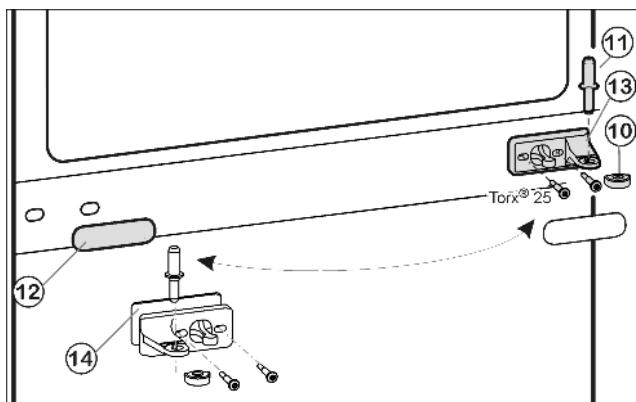
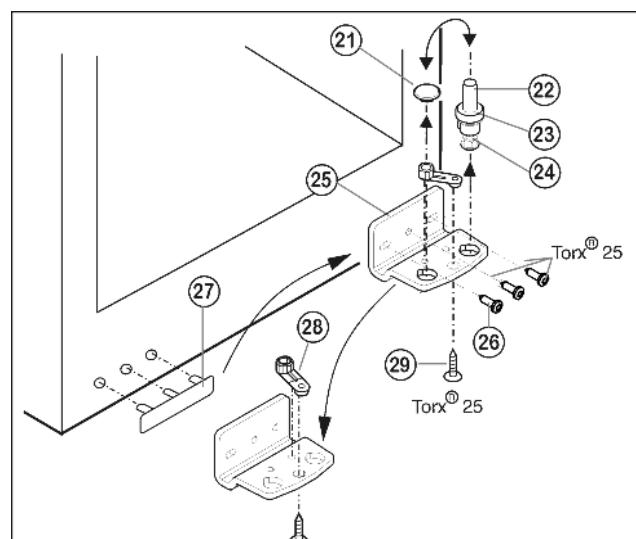

Fig. 5
Fig. 6
- ▶ Вытащите из опорного кронштейна и нижней дверцы средний опорный винт Fig. 5 (11).
- ▶ Снимите пластмассовый колпачок Fig. 5 (10).
- ▶ Открутите средний опорный кронштейн Fig. 5 (13) (2 шт. Torx® 25).
- ▶ Осторожно снимите накладку Fig. 5 (12).
- ▶ Прикрутите средний опорный кронштейн Fig. 5 (13) с подкладкой Fig. 5 (14) с поворотом на 180° на новую сторону шарнира (**с моментом 4 Нм**).
- ▶ Защелкните накладку Fig. 5 (12), повернув на 180 °, на стороне, где теперь будет ручка.
- ▶ Извлеките опорный винт Fig. 6 (22) в комплекте с шайбой Fig. 6 (23) и регулируемой опорой Fig. 6 (24), вытягивая его вверх.
- ▶ Снимите пробку Fig. 6 (21).
- ▶ Открутите Fig. 6 (26) опорный кронштейн Fig. 6 (25).
- ▶ Открутите Fig. 6 (29) опорную деталь Fig. 6 (28) и, переставив в отверстие на противоположной стороне опорного кронштейна, снова прикрутите.
- ▶ Осторожно снимите и переставьте на противоположную сторону крышку со стороны ручки Fig. 6 (27).
- ▶ Снова прикрутите опорный кронштейн Fig. 6 (25) на новой стороне шарнира (**с моментом 4 Нм**). При необходимости используйте аккумуляторный шуруповерт.
- ▶ Переставьте пробку Fig. 6 (21) в свободное отверстие.
- ▶ Вновь установите опорный винт Fig. 6 (22) в комплекте с шайбой и регулируемой опорой. При этом фиксатор должен быть направлен назад.
- ▶ Установите нижнюю дверцу сверху на нижний опорный винт Fig. 6 (22).
- ▶ Снова наденьте пластмассовый колпачок Fig. 5 (10) на средний опорный кронштейн Fig. 5 (13).
- ▶ Вставьте средний опорный винт Fig. 5 (11) на новой стороне шарнира через средний опорный кронштейн Fig. 5 (13) в нижнюю дверцу.
- ▶ Установите верхнюю дверцу на средний опорный винт Fig. 5 (11).
- ▶ При необходимости выровняйте дверцы через два продольных паза в нижнем опорном кронштейне Fig. 6 (25) и среднем опорном кронштейне Fig. 5 (13) параллельно корпусу устройства. Для этого выкрутите средний винт на нижнем опорном кронштейне Fig. 6 (25).